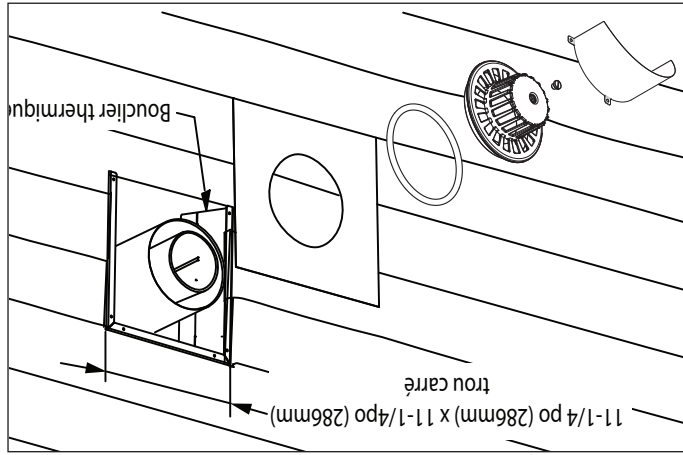

Figure 27
- (B) tuyau de ventilation
- (C) tuyau d'admission d'air
- (I) isolation
- (D) tige
2. Le trou à l'extérieur du mur doit être un carré de 11-1/4 po (286 mm) x 11-1/4 po (286 mm) (voir figure 27).
3. Faites glisser l'écran thermique (K) dans le trou carré de 11-1/4 po (286 mm) x 11-1/4 po (286 mm). Fixez l'écran thermique (K) au support mural à l'aide du matériel approprié.
4. De l'extérieur du mur, vissez légèrement la tige (D) sur le support situé à l'intérieur de la sortie de fumée de l'appareil.
5. Enveloppez le tuyau d'admission d'air (C) avec l'isolant fourni (I) (côté feuille vers l'extérieur) et placez la bande de ruban fournie (H) le long de la couture pour le fixer.
6. Faites glisser le plus petit tuyau d'évent (B) de l'extérieur de votre maison) à travers le trou dans le mur et fixez-le à l'appareil de chauffage monté à l'intérieur de votre maison. Assurez-vous que le tuyau de ventilation est bien ajusté et engagé dans le radiateur. Faites ensuite glisser le plus grand tuyau d'admission d'air de ventilation, avec l'isolant enveloppé et scotché à l'extérieur du tuyau, à travers le même trou et sur le plus petit tuyau d'aération (B) et fixez-le au radiateur.